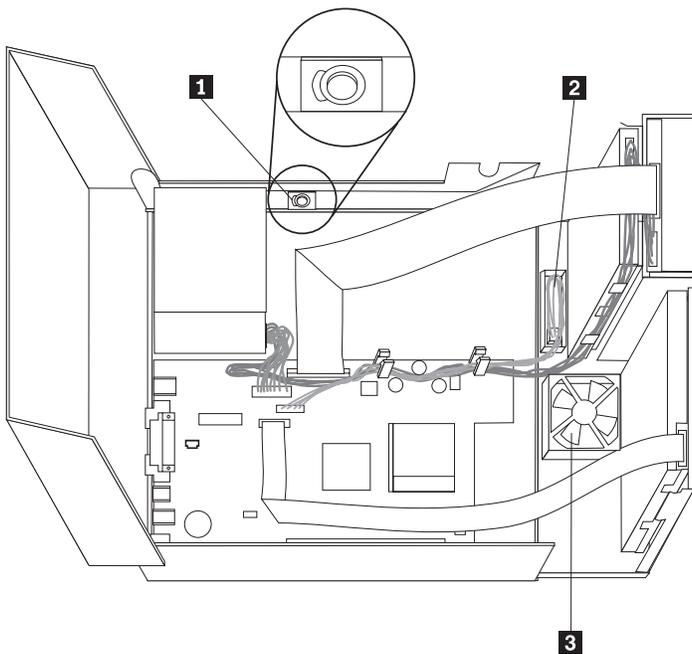

Abbildung 1. Lautsprecher, Lüfter, Baugruppe Netzschalter und Betriebsanzeigen
4. Suchen Sie den Lautsprecher **1**. Siehe Abb. 1.
5. Heben Sie die Lasche an, und schieben Sie die Baugruppe Netzschalter und Betriebsanzeigen **2** heraus. Siehe Abb. 1 auf Seite 46.
2. Klappen Sie die Laufwerke-Baugruppe nach oben, um auf die Lüftungsbaugruppe **3** zugreifen zu können. Siehe Abb. 1 auf Seite 46.